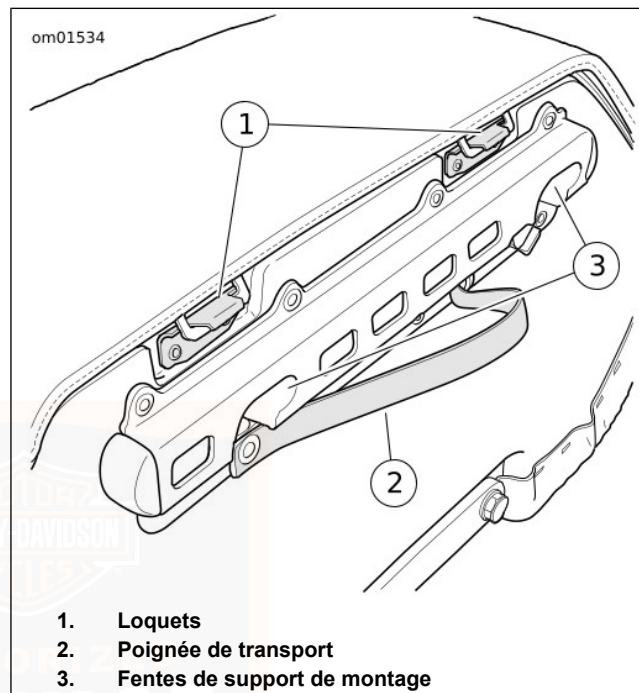

Figure 13. Sacoche
2. Voir Figure 13. Soulever le bord extérieur de la moto et pousser délicatement le couvercle vers la moto pour décrocher les deux loquets sur le côté intérieur de la sacoche.
1. Voir Figure 13. Abaisser le couvercle de sacoche et engager les deux loquets sur le côté intérieur de la sacoche.